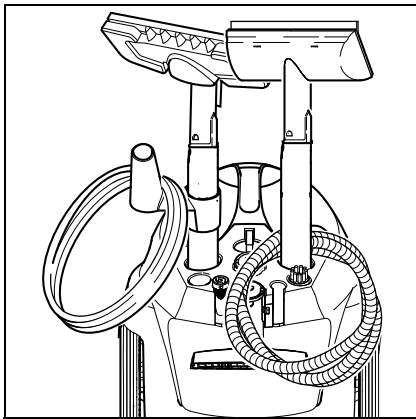

Abb. 3
- Verlängerungsrohre in die großen Zubehöralter stecken (siehe Abb. 3).